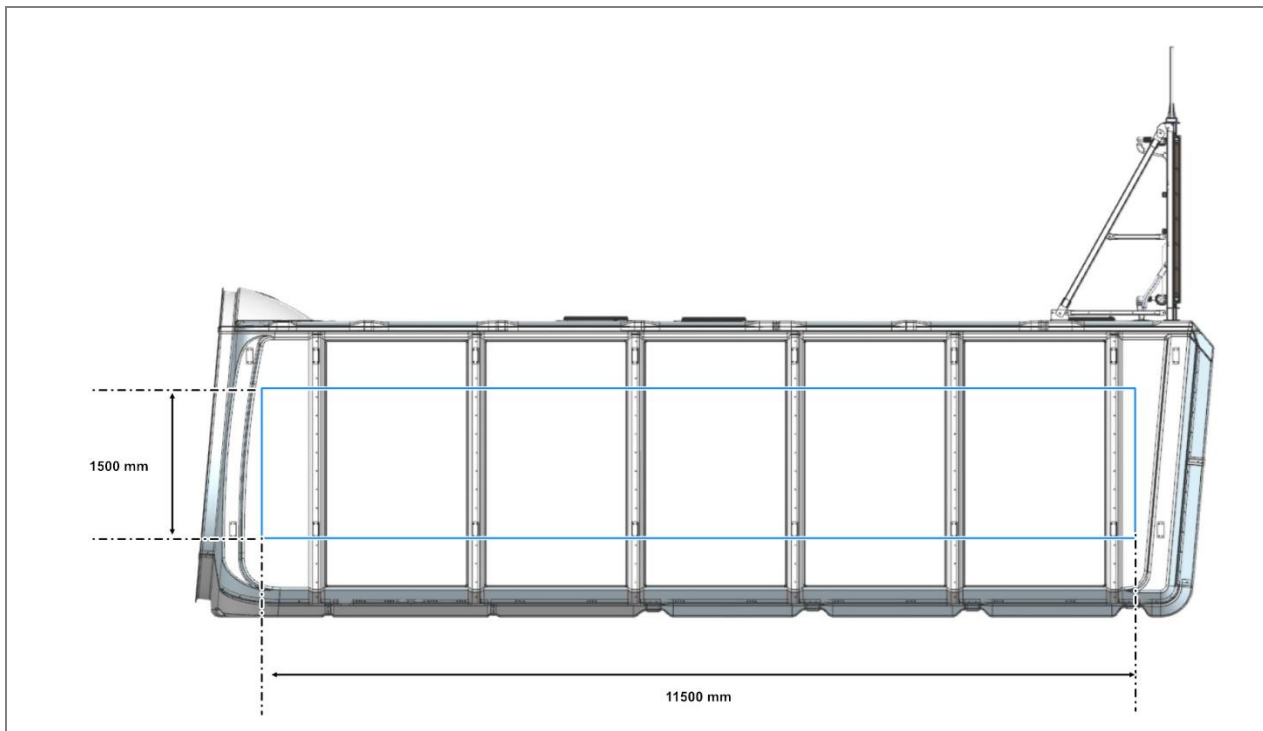
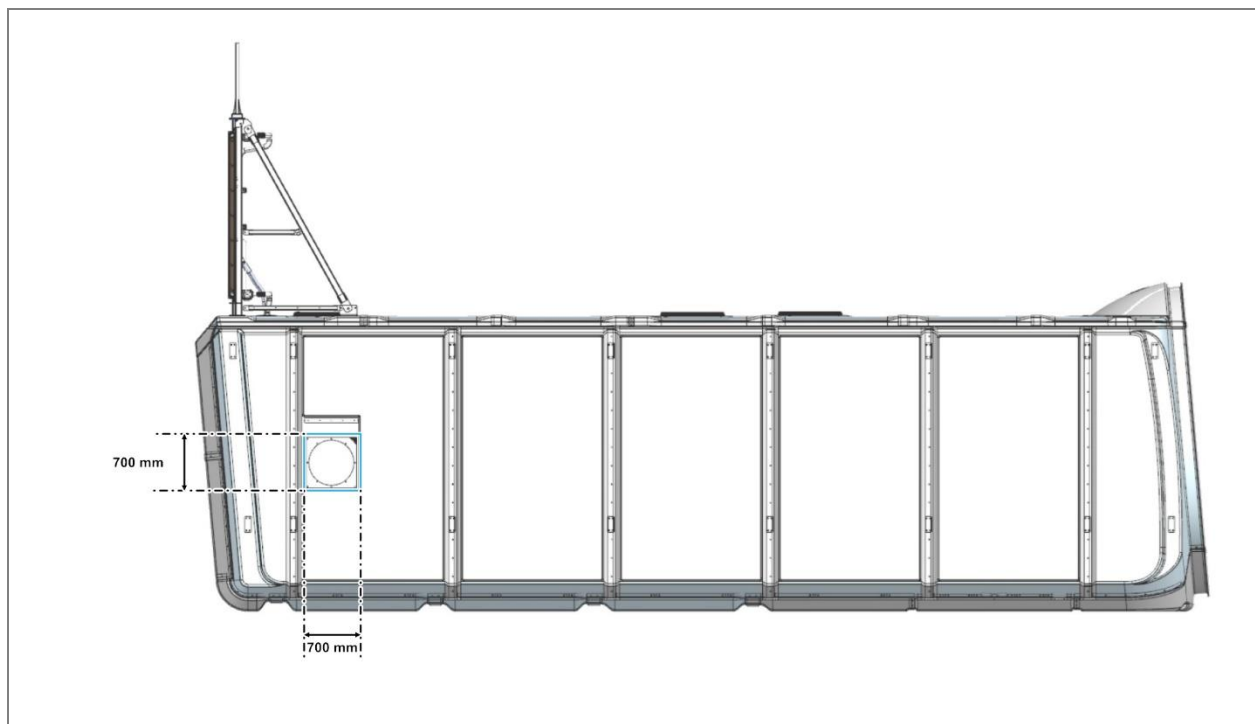

Abb. 3: Gestaltungsfläche für Kundenlogos auf Delta4000-Maschinenhäusern (beide Seiten)
Abb. 4: Ausgenommener Bereich für Kundenlogos auf der rechten Seite der Delta4000-Maschinenhäuser
- Gestaltungsfläche von 1500 mm x 11500 mm pro Maschinenhausseite, siehe Abb. 3, mit Ausnahme einer Fläche von 700 mm x 700 mm auf der rechten Seite, siehe Abb. 4.